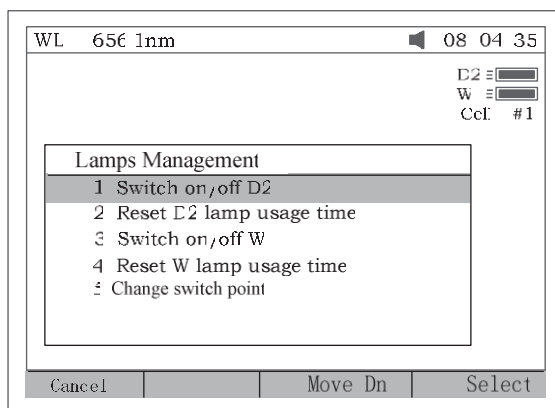
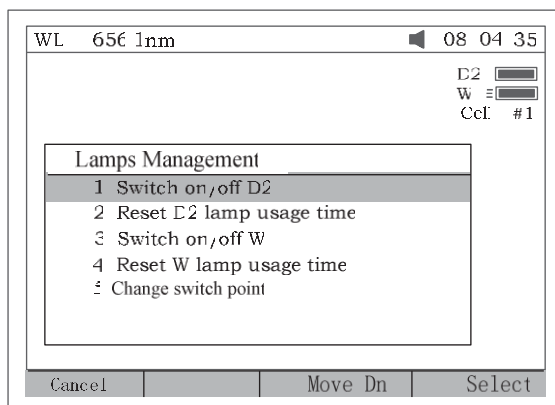
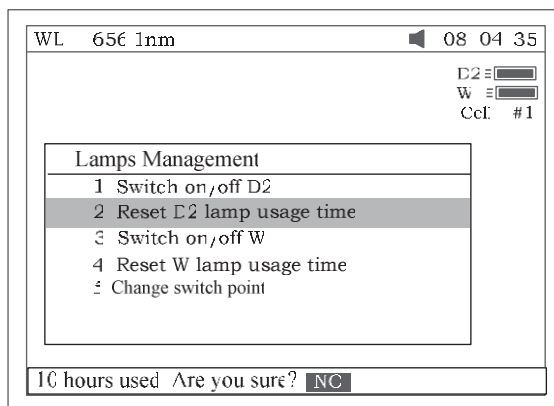
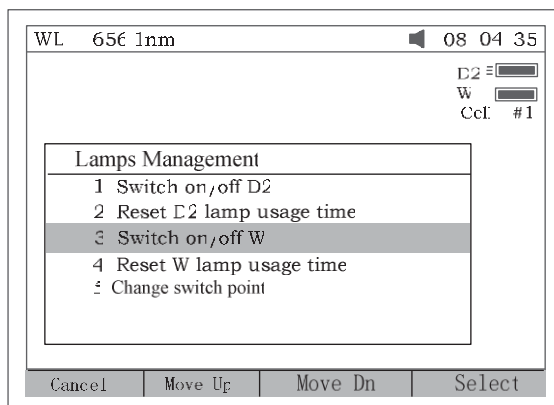

Fig 78
Fig 79
Fig 80
Fig 81
Pulse 3 para el ajuste de la lámpara (Fig 78). **ESC** para salir.
1. Pulse 1 en la Fig 78 para cambiar on/off la lámpara D2. (Fig 79). Preste atención al ícono D2 en la parte superior derecha de la pantalla.
2. Pulse 2 en la Fig 78 para reajustar el tiempo de uso de D2 (Fig 80). Pulse Λ o ∇ para seleccionar "Yes" o "No" y después **ENTER**.
3. Pulse 3 en la Fig 78 para cambiar on/off la lámpara W. La indicación está también en la parte superior derecha de la pantalla (Fig 81).
4. Pulse 4 en la Fig 78 para reajustar el tiempo de uso de W (Fig 82). Pulse Δ o V para seleccionar "Yes" o "No" y después **ENTER**.
5. Pulse 5 en la Fig 78 para fijar el punto de cambio de la longitud de onda de las lámparas D2 y W (Fig 83).